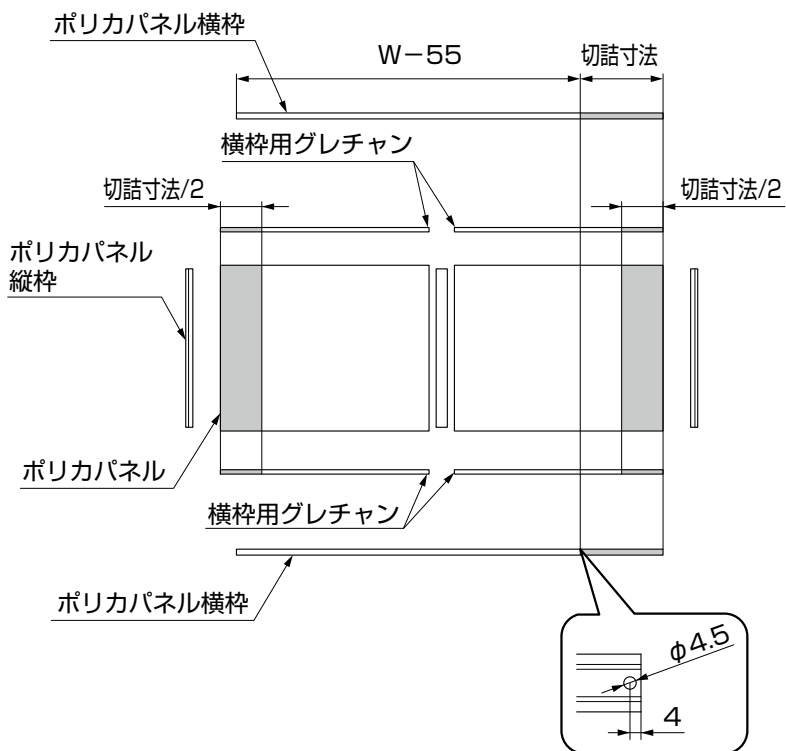

图 1-6
- ③ポリカパネル横枠を両端から同ピッチで切断してください。
- ④横枠用グレチャン、ポリカパネルを両端から同ピッチで切断してください。
- ⑤ポリカパネル横枠に切断した側から4mmのところにφ4.5の穴をあけてください。（図1-6参照）
- ⑥加工後、再度組立ててください。